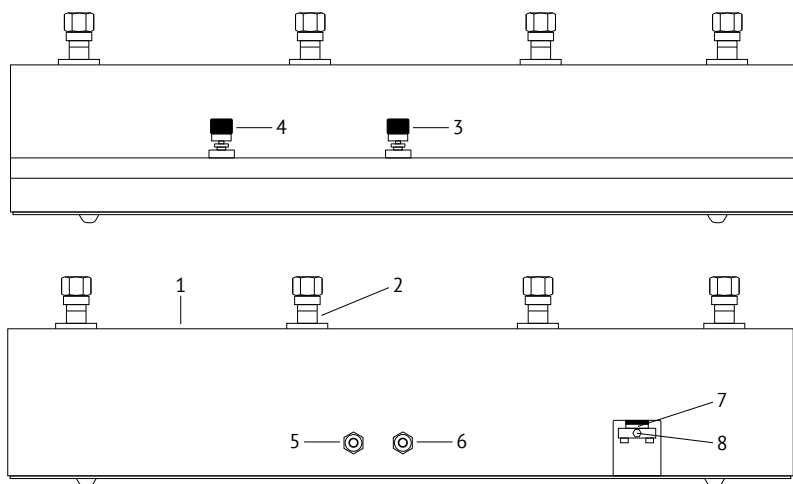

Рис.1. Вид спереди и сзади:
4.1 Внешний вид панели показан на Рис. 1.
жены 4 стойки 2 (Рис. 1), 2-я слева (рекомендуется) для ОСИ, остальные для рабочих СИ. Для повышения и снижения давления служат вентили 3 и 4. С задней стороны расположены быстроразъемные соединения 5 и 6 (при поставке совместно с К-9, К-25 и вакуумным насосом. При поставке только панели ПСКА, выход — резьба G¼) для подключения источника давления или разряжения. Также на задней стороне расположено окно для обслуживания грязеуловителя 7. Для слива конденсата из грязеуловителя служит винт 8.
5.9 *Запрещается* наклонять панель ПСКА без предварительной очистки грязеуловителя по п. 8.4, 8.5, так как конденсат находящийся в грязеуловителе может попасть в вентили 3, 4 (Рис. 1) ухудшив их характеристики.
8.3.1 Создать в панели ПСКА давление 5—8 бар и резко, с помощью *вентилей 4* (Рис. 1), сбросить его. При этом большая часть конденсата, образовавшегося в трубках панели ПСКА перейдет в грязеуловитель.